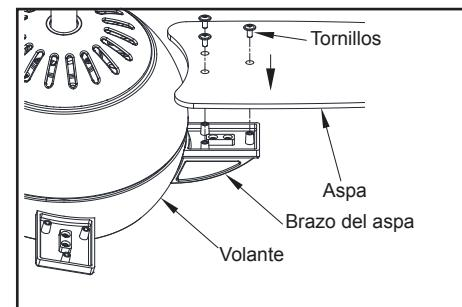

Figura 11
1. Alinea los tres orificios de tornillo en el aspa con aquellos en el brazo del aspa y asegura con los tornillos incluidos. (Figura 11)